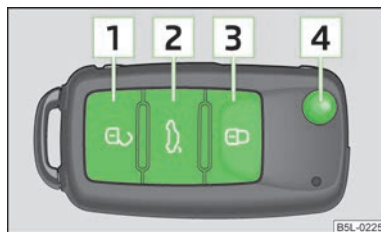

Fig. 13
- Pulsar la tecla **1** » fig. 13.
- Pulsar la tecla **3** » fig. 13.
- Pulsar la tecla **3** » fig. 13 dos veces en 2 segundos. Para más información » página 29.
- Pulsar la tecla **2** » fig. 13. Para más información » página 34, *Abrir/Cerrar*.
- Pulsar la tecla **4** » fig. 13.
- Pulsar la tecla **4** » fig. 13 y plegar el paletón de la llave.
El desbloqueo del vehículo se indica mediante dos parpadeos de las luces intermitentes. Si se desbloquean las puertas del vehículo con la tecla **1** » fig. 13 sin abrirse ninguna puerta ni la tapa del maletero en los 30 segundos siguientes, las puertas del vehículo se volverá a bloquear automáticamente y se activa el seguro Safe, o bien la alarma antirrobo. Esta función impide un desbloqueo accidental del vehículo.